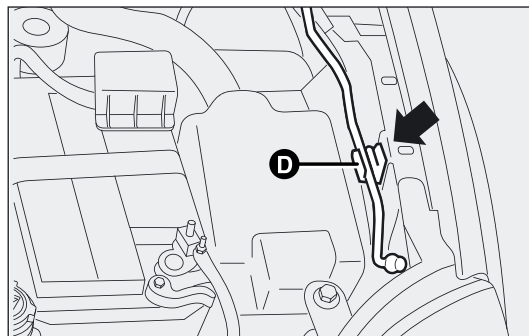
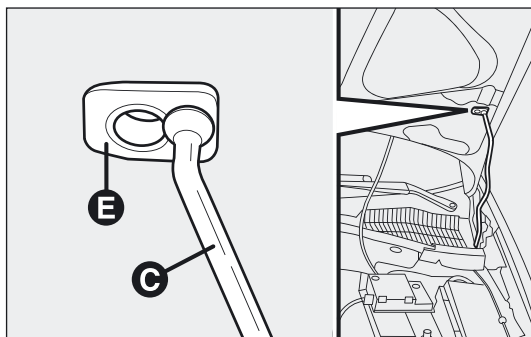

fig. 110
fig. 111
- ☐ til de motorkap op en trek gelijktijdig de steunstang D-fig. 110 uit de klem; steek vervolgens het uiteinde van de stang C-fig. 111 in de zitting E op de motorkap.
- ☐ houd de motorkap met een hand omhoog, trek met de andere hand de stang C-fig. 111 uit de zitting E en plaats de steunstang terug in de klem D-fig. 110;